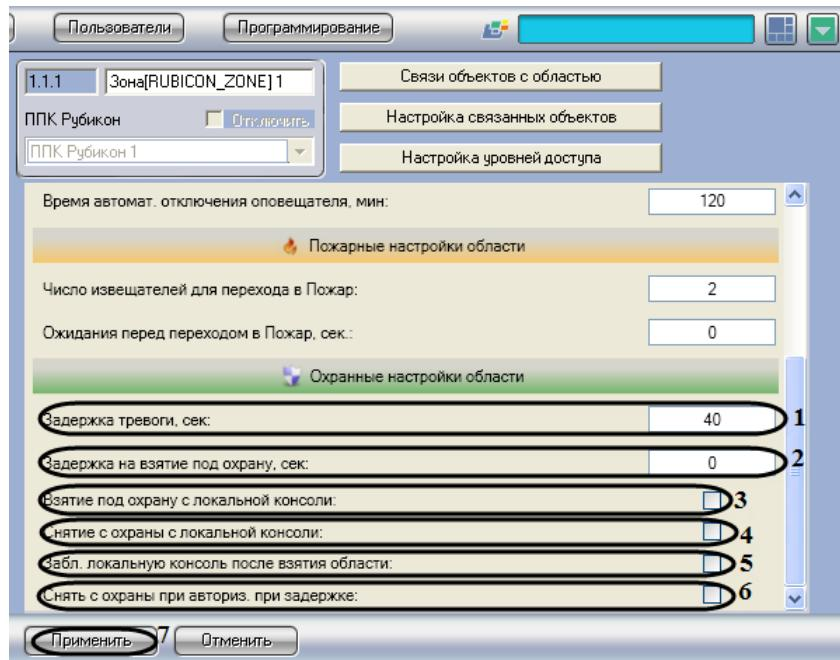

Рис. 3.7—4 Охранные настройки области
1. Перейти на панель настроек объекта **Зона** (Рис. 3.7—4).
2. В поле **Задержка тревоги, сек:** необходимо ввести время в секундах, требуемое на снятие зоны с охраны при срабатывании тревоги (см. Рис. 3.7—4, 1).
3. В поле **Задержка на взятие под охрану, сек:** необходимо ввести время задержки в секундах, по истечении которого зона будет взята под охрану (см. Рис. 3.7—4, 2).
4. Установить флажок **Взятие под охрану с локальной консолью:**, если необходимо в дежурном режиме взять зону под охрану (см. Рис. 3.7—4, 3).